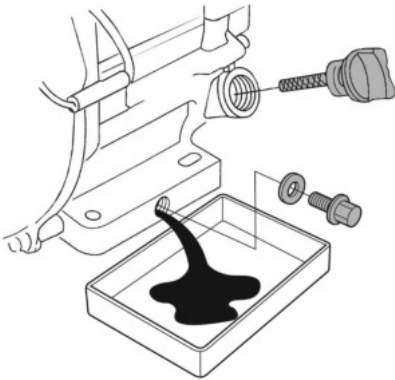

Рис. 15 Замена масла в двигателе
4. Очистите от загрязнений крышку-щуп и зону вокруг маслозаливной горловины. Извлеките крышку-щуп из маслозаливной горловины (Рис. 15) и протрите щуп чистой ветошью.
5. Открутите пробку для слива масла и слейте отработанное масло в подготовленную для этого емкость (Рис. 15).